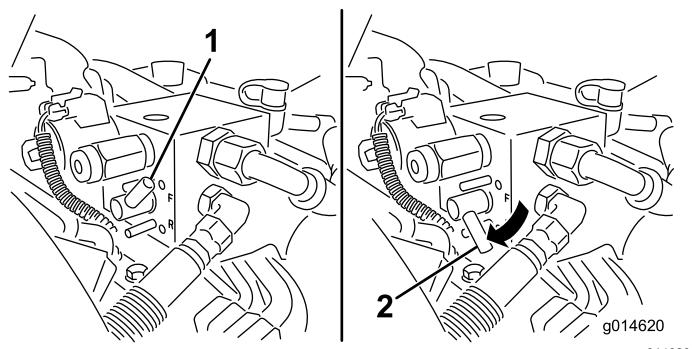

Figure 49
5. Tournez le levier de rodage à la position de rotation ARRIÈRE (R) (Figure 49).